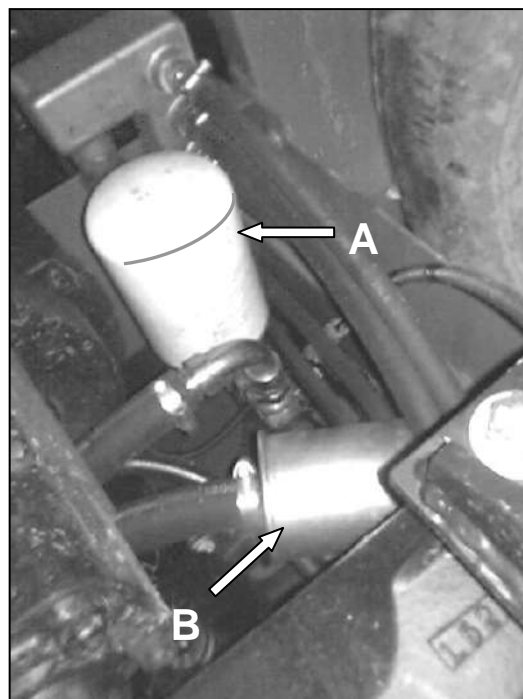

fig.13/7.1
13.6.2. En el dispositivo existen dos filtros: un filtro (**B** fig. 13/7.1) en línea con el tubo de impulsión de los servicios (sin piloto de indicación de atasco) que se sustituye tal y como indica la tabla de mantenimiento programado, el segundo filtro (**A**) para la transmisión hidrostática, con atasco indicado por un piloto específico en el salpicadero, que se sustituye como indica la tabla (13.11. pag.67) o en cualquier caso cuando el piloto indica el atasco.
13.6.2. L'installation est pourvue de 2 filtres: un filtre (**B** fig. 13/7.1) en ligne avec le tuyau de refoulement des utilisateurs (sans témoin de signalisation d'engorgement) qui doit être remplacé en respectant les indications fournies par la table d'entretien programmé; le second filtre (**A**) sert à la transmission hydrostatique, et la présence d'un engorgement est signalée par un témoin spécifique situé sur le tableau de bord: ce filtre doit lui aussi être remplacé en respectant les indications fournies par la table (13.11. pag.68) ou, de toute façon, lorsque le témoin signale un engorgement.
13.6.2. The system has 2 filters; one filter (**B** fig.13/7.1) is in line with the services output tube (there is no pilot light indicator signalling when it is clogged up), to be changed as indicated in the programmed maintenance table; the second filter (**A**) is for the hydrostatic transmission, with a dedicated pilot light on the dashboard signalling when it is clogged up, to be changed as indicated in the maintenance table (13.11. pag.69), or when the pilot light comes on.
13.6.2. Nell'impianto sono presenti 2 filtri; un filtro (**B** fig. 13/7.1) in linea al tubo di mandata dei servizi (senza spia di segnalazione di intasamento) da sostituire come da tabella di manutenzione programmata, il secondo filtro (**A**) per la trasmissione idrostatica, con intasamento segnalato da una spia dedicata sul cruscotto, è da sostituire come da tabella (13.11. pag.70) o comunque quando la spia segnala intasamento.